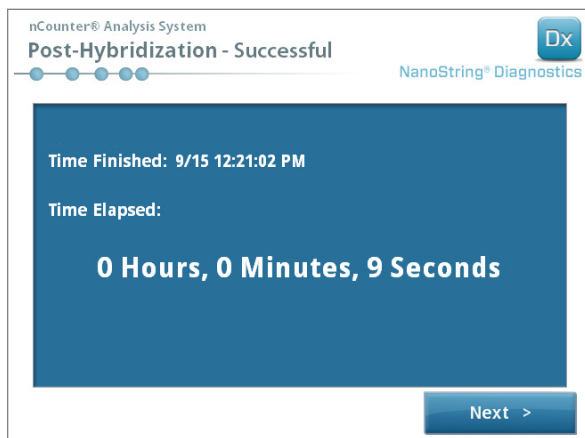

ABBILDUNG 5.28: Der Bildschirm „System Processing – Complete“ (Systemverarbeitung – Abgeschlossen)
17. Wenn die Probenverarbeitung abgeschlossen ist, wird ein blauer Bildschirm angezeigt und der Timer beginnt ab dem Zeitpunkt, zu dem der Lauf abgeschlossen ist, hochzuzählen (ABBILDUNG 5.28). Tippen Sie auf **Next** (Weiter).